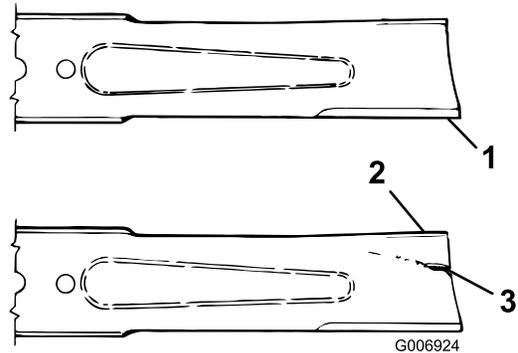

Figura 84
2. Examine cuidadosamente los extremos de corte de la cuchilla, sobre todo en el punto de reunión entre la parte plana y la parte curva de la cuchilla (Figura 84). Puesto que la arena y cualquier material abrasivo pueden desgastar el metal que conecta las partes curva y plana de la cuchilla, compruebe la cuchilla antes de utilizar la máquina. Si se aprecia desgaste (Figura 84), cambie la cuchilla; consulte Cómo retirar la cuchilla.
Si se permite que la cuchilla se desgaste, se formará una hendidura entre la vela y la parte plana de la cuchilla (Figura 84). Con el tiempo, una parte de la cuchilla puede desprenderse y ser arrojada desde debajo de la plataforma, por lo es posible que le provoque lesiones graves a usted o a otra persona.